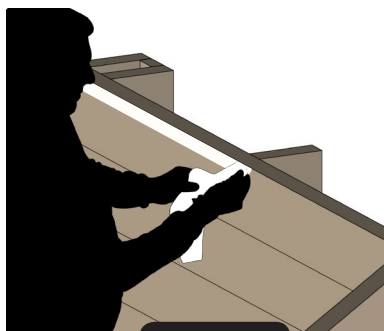

Figure 27
- Collez l'adhésif double face pan par pan, en l'alignant au sommet des madriers supérieurs (figure 27). Si le bois est un peu humide ou poussiéreux, vous pouvez l'adoucir avec un papier de verre pour faciliter l'adhérence.